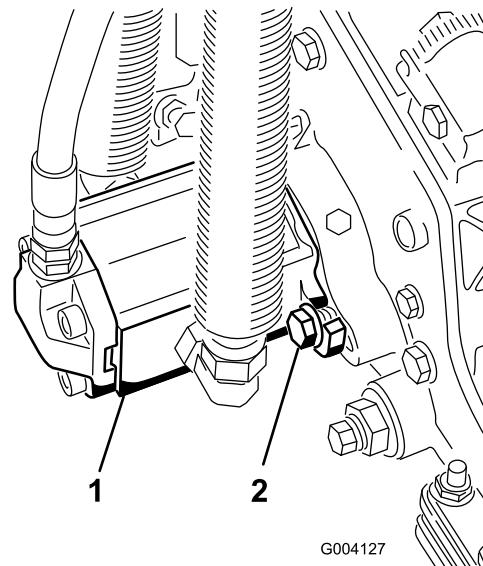

図 20
10. モータを手に持ち、右回りにひねってモータのフランジをキャップスクリュから逃がしながら、キャップスクリュにモータをセットする(図 20)。モータを左回りにひねって、キャップスクリュにフランジをしっかりと掛け、キャップスクリュを締めてモータを固定する。